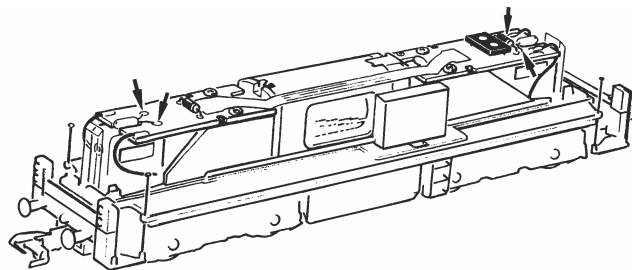
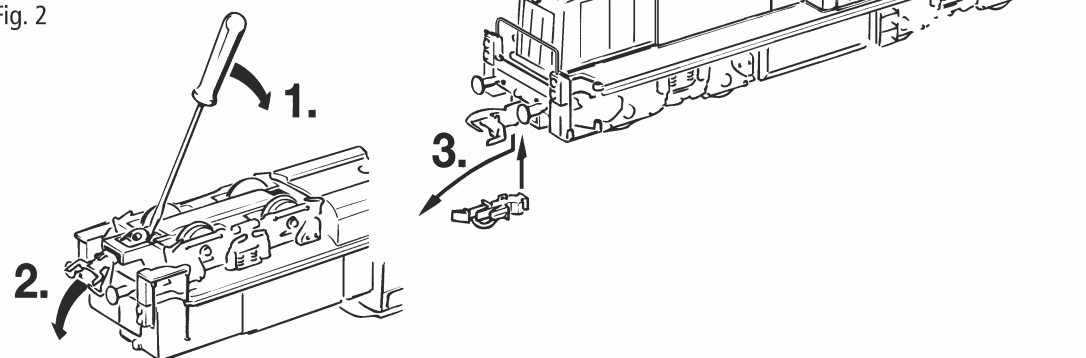

Fig. 7
Fig. 3
Mehrzugbetrieb: Zuerst das Lokgehäuse abnehmen (Fig. 3). Brückenstecker aus der Schnittstelle entfernen (sorgsam aufbewahren). Zuletzt den Stecker des Steuerbausteines lagerichtig einsetzen (Fig. 5).
2. Schmierung: Versehen Sie die im Schmierplan in Fig. 7 gekennzeichneten Stellen mit nur **kleinen Öltropfen**. Dazu zuerst das Lokgehäuse abnehmen (Fig. 3). Wir empfehlen den **ROCO-Öler** Art. Nr. **10906**. Zur Schmierung der Getriebeteile (Zahnräder, Schnecke) empfehlen wir das **ROCO-Spezialfett 10905**. Im Falle der Schmierung diese Teile bitte nicht ölen.
3. Lämpchenwechsel: Bitte nehmen Sie zuerst das Lokgehäuse ab (Fig. 3). Danach können Sie die **Lämpchen** wechseln (Fig. 6).
4. Kohlebürstenwechsel: Lokgehäuse abnehmen (Fig. 3). Danach wird der **Motor ausgebaut** und die **Kohlebürsten ausgewechselt** (Fig. 9).
Exploitation en télécommande multi-train: Veuillez démonter d'abord la caisse (fig. 3). Enlevez ensuite la fiche de shuntage de l'interface (à conserver!) et enfichez finalement la fiche du module de télécommande aux prises de l'interface. Veillez à la position correcte de la fiche (fig. 5).
2. Graissage: N'appliquez **qu'une tout petite goutte** aux endroits indiqués par le plan de graissage (fig. 7) après avoir démonté la caisse de votre locomotive (fig. 3). Nous vous recommandons le **graisseur à huile ROCO réf. 10906**. Pour graisser les engrenages (roues dentées, vis sans fin - fig. 9) nous vous conseillons la **graisse spéciale Roco ref. 10905** pour engrenages en matières synthétiques. Lorsque vous utilisez cette graisse il faut éviter d'huiler ces composants.
3. Remplacement des ampoules: Veuillez démonter d'abord la caisse de votre locomotive (fig. 3), puis vous pouvez **échanger les ampoules** (voir fig. 6).
4. Remplacement des balais du moteur: Démontez la caisse (voir fig 3). Démontez ensuite le moteur et échangez le balais (fig. 9).
Running in digital mode: First remove loco body (fig. 3). Then remove the jumper from the interface. Finally put the plug of the chip into the interface as shown in fig. 5.
2. Lubrication: Apply **tiny oil drops** to spots marked in fig. 7. Prior to lubrication dismantle locomotive (fig. 3). We recommend using item no **10906, Roco oiler**. For lubrication the gear-parts (e.g. cog-wheels, worm) we would recommend our Roco **special grease** (item No. **10905**).
3. Change of lights: First remove loco body (fig. 3) and then change **lights**. (fig. 6).
4. Carbon Brush Changing: First **remove** loco body (fig. 3), and then the **motor** (fig. 9).